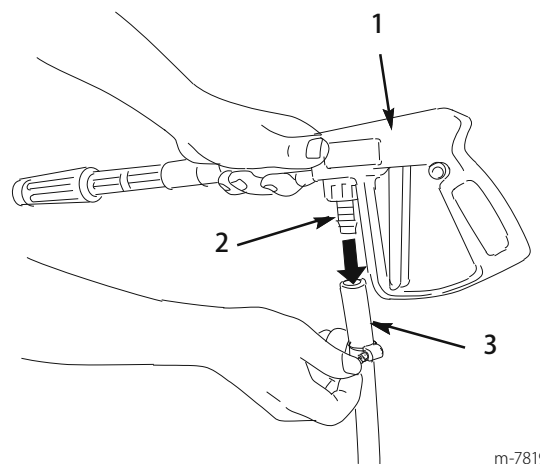

図30
2. ホース (長) のもう一端をスプレー・ガンのフィッティングにつなぐ (図30)。